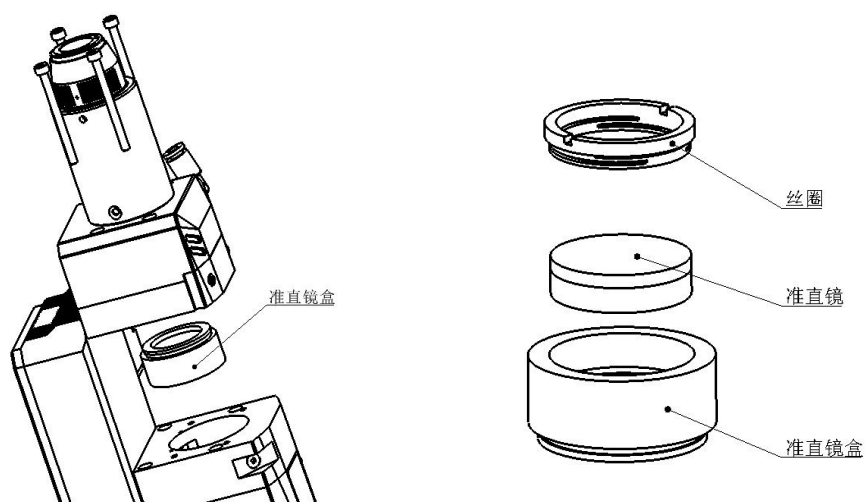

图 15 A235E 切割头准直镜盒示意图
- (1) 拆下激光头，移至洁净场所，清理干净激光头表面所有灰尘；
- (2) 用3mm的内六角扳手拧开准直组件的锁紧螺钉（如图15所示），与准直组件连接的部分用美纹纸封好，防止灰尘调入；
- (3) 用拆镜工具拧出准直镜盒，用拆镜工具取下弹簧压圈和准直镜；
- (4) 清洁或更换准直镜片；